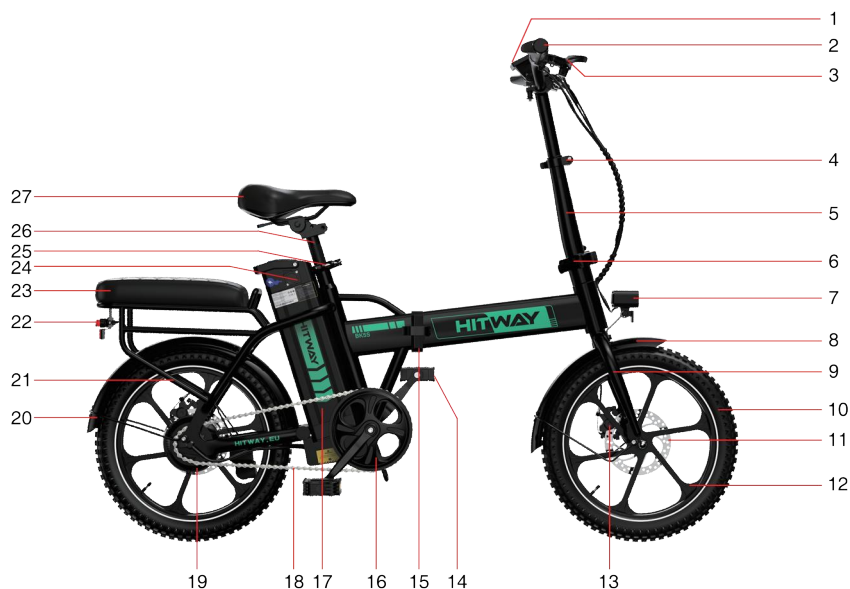

Abbildung 1 (Gesamtfahrzeugdiagramm)
1. Stecken Sie den Schlüssel in das Schlüsselloch in Abbildung 1 und drehen Sie den Schlüssel von der Position „OFF“ in die Position „ON“.
(Bild 1)
1. Öffnen Sie die Plastikabdeckung des Akkus (Bild 1), schließen Sie das Ladegerät an und starten Sie den Ladevorgang. Wenn der Akku voll ist und die Anzeileuchte des Ladegeräts von rot auf grün wechselt, bedeutet dies, dass es vollständig aufgeladen ist.